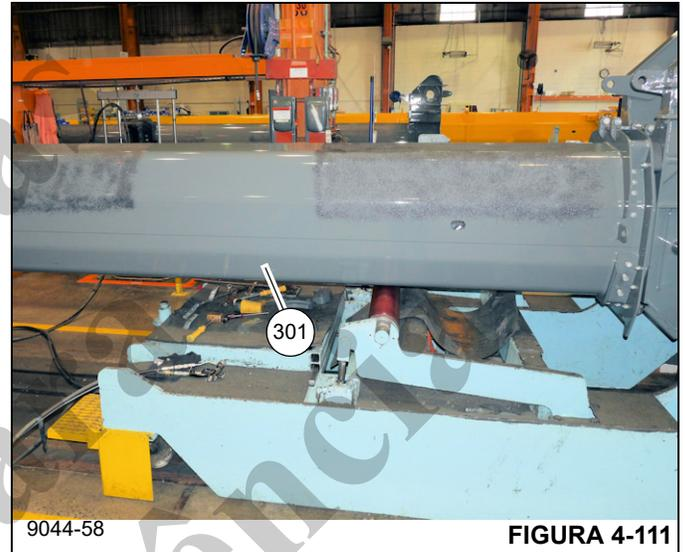

FIGURA 4-111
- 68. Posicione o telescópio 1 (201) de cabeça para baixo sobre suportes adequados atrás do telescópio 2 (301).
- 69. Aplique graxa multiuso nas partes internas superior, laterais e inferior do telescópio 1 (201) nas áreas em que as placas de desgaste do telescópio 2 (301) vão encostar.
- 70. Pulverize graxa multiuso na parte externa do telescópio 2 (301). Medindo aproximadamente 1/4 da distância da lança a partir da ponta dianteira, deixe uma faixa de 5 pés de extensão da lança sem graxa para instalar as placas de desgaste (consulte a Figura 4-111).